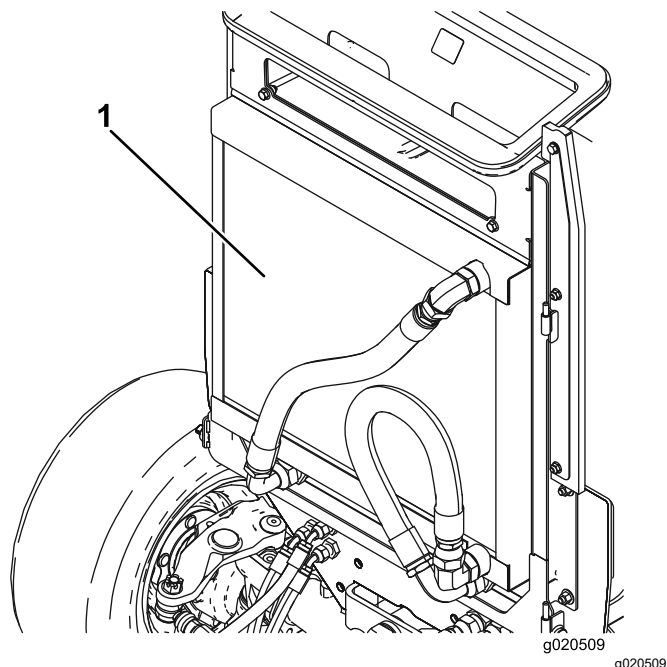

Figura 157
6. Curăai perfect ambele părți ale răcitorului de ulei/radiatorului (Figura 157) cu aer comprimat. Începeți din față suflând cu aer comprimat reziduurile în afară, prin partea din spate. Apoi curăai partea din spate i suflai cu aer comprimat spre partea din față. Repetați procedura de câteva ori până când ai eliminat toată pleava i toate reziduurile.